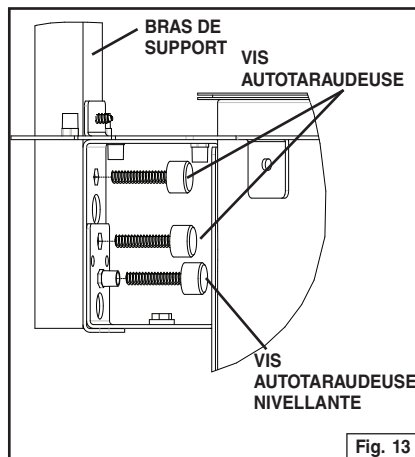

Fig. 13
7. Continuez à attacher le bras au bloc d'alimentation avec (2) vis à oreilles M4 x 24 mm. Fixez une troisième vis à oreilles M4 x 24 mm à l'insertion filetée dans le rebord du bloc d'alimentation. Cette vis sera utilisée pour niveler le bloc plus tard. Fig. 13.